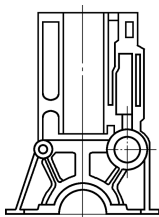

图 1-32 一般式气缸体
- 1) 一般式指的是机体底平面与曲轴轴线齐平, 如图 1-32 所示。